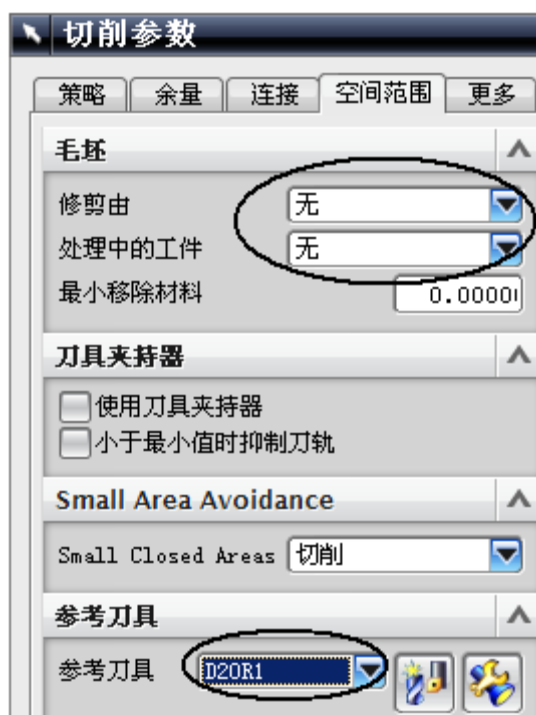

图 5-44
- 单击 ，取消基于 3D IPW 的设置，即 IPW 选择为无，如图 5-44 所示，单击 OK。